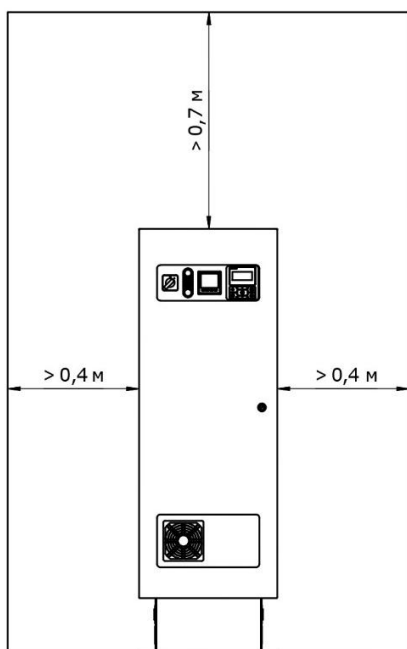

Рис. 3
6.4. При монтаже водонагревателя для удобства эксплуатации, сервисного обслуживания, а также работы системы охлаждения, необходимо выдерживать минимальные расстояния до стен, пола и потолка, указанных на Рис. 3. При планировке местоположения трубопроводов и компонентов обвязки (циркуляционный насос, фильтр и т.п.) должна быть предусмотрена возможность демонтажа блок ТЭНов из бака водонагревателя.